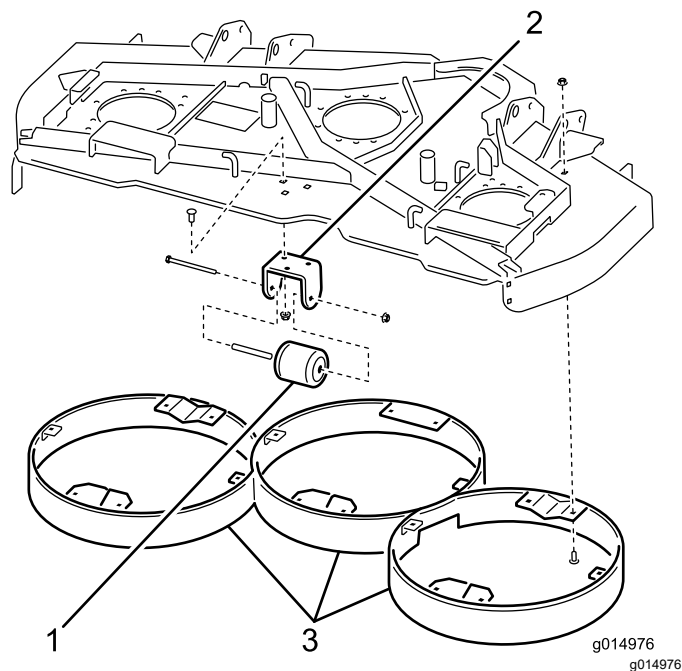

図 1
3. デッキローラを取り付けブラケットに固定しているナット、ねじ、スペーサを外してローラを取り出す 図 1。
4. ローラ取り付けブラケットを刈り込みデッキの裏側に固定しているキャリッジボルトとナットを外す 図 1。
5. 中央と左右のバッフルを刈り込みデッキの裏側に固定しているキャリッジボルトとナットを外す 図 1。